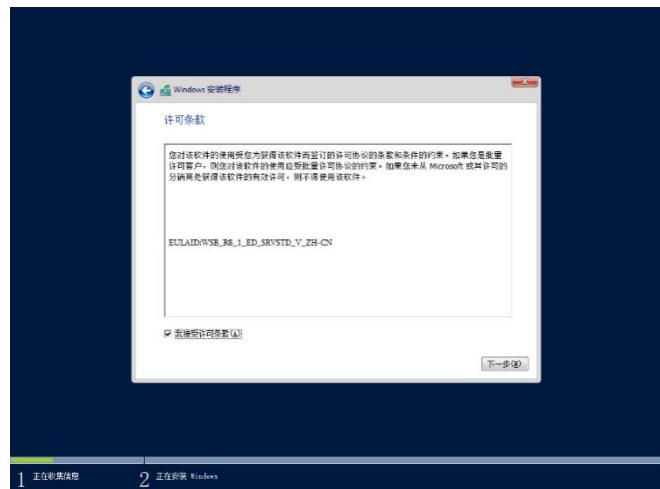

图 6-25
- g. 选择好所安装版本后，单击下一步按钮进入服务条款许可界面，阅读微软服务许可条款后，如无问题，勾选“我接受许可条款选项”。如图 6-25 所示。